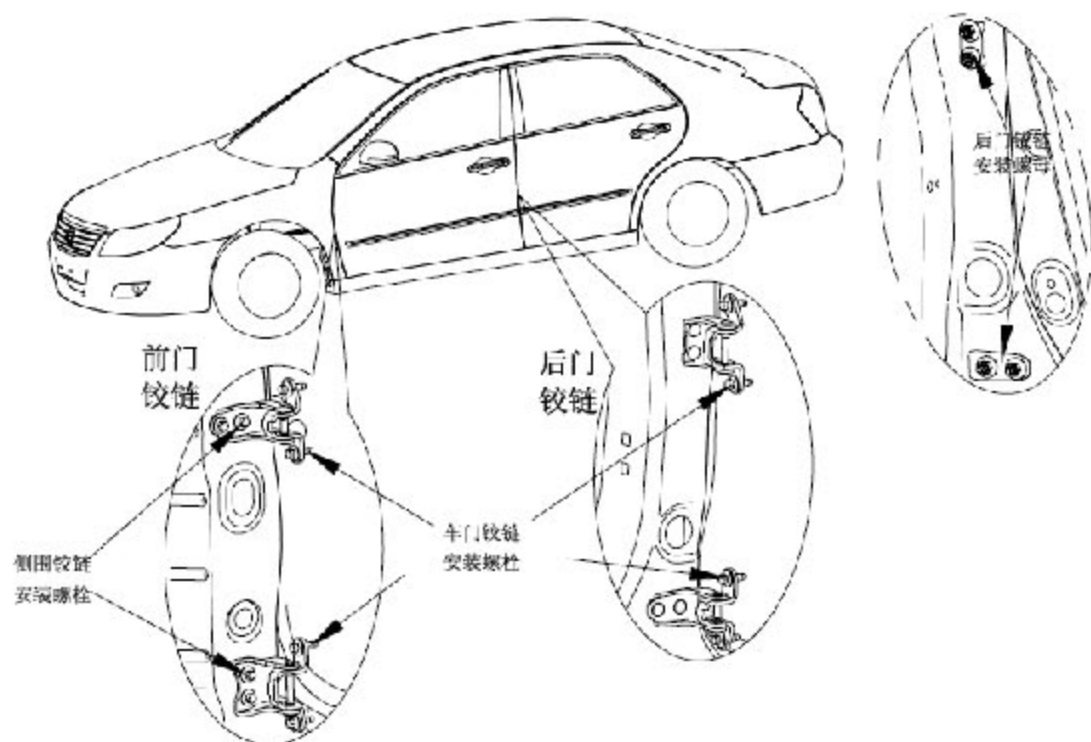

图 18-2-1
- 1). 打开车门，松开车门铰链安装螺栓铰链进行调整见图 18-2-1。
- 2). 拆除翼子板，拆除 B 柱护板、前排安全带，松开侧围铰链安装螺栓、侧围铰链安装螺母，进行调整，见图 18-2-1。